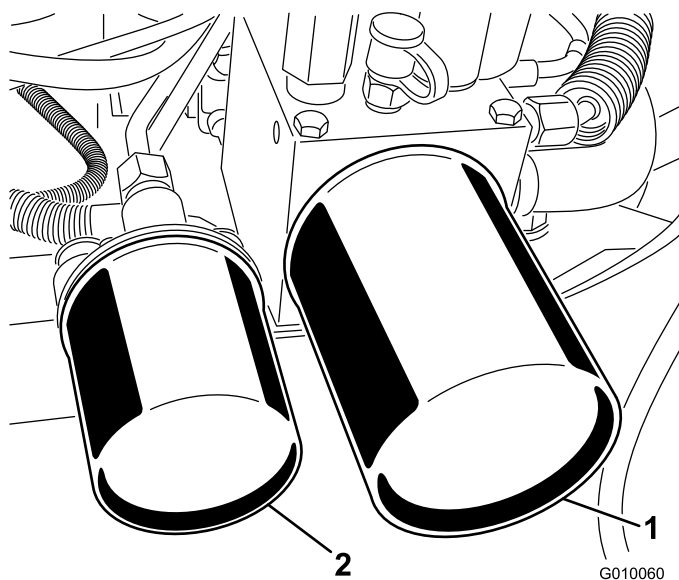

図 60
2. フィルタの下に容器を置き、フィルタを外し、フィルタ・アダプタのガスケット部をきれいに拭く（図 60）。